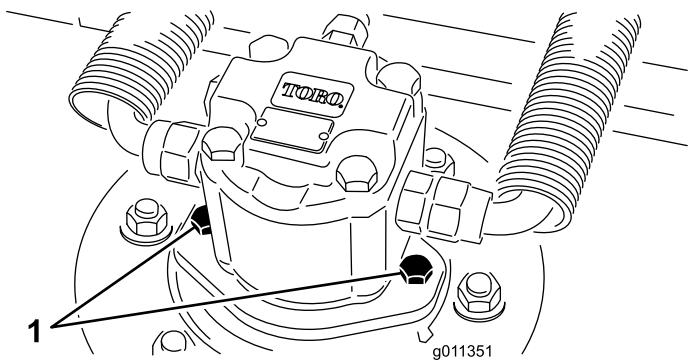

Figura 97
2. Scollegate e staccate il motore idraulico dal piatto di taglio (Figura 97). Coprite la parte superiore del mandrino per impedire che venga contaminato.
3. Montate il motore idraulico sul piatto di taglio (Figura 97). Verificate che l'O-ring sia in sede e non sia danneggiato.